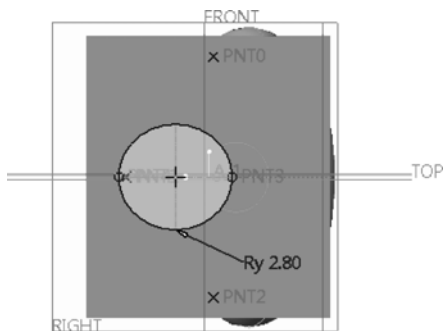

图 13-130 绘制椭圆
② 选择之前创建的拉伸曲面为草绘平面，草绘方向默认，单击“草绘”对话框中的“草绘”按钮，进入草绘模式。
③ 使草绘平面平行于屏幕后，单击“参考”按钮并选择 PNT3 和 PNT4 作为绘图参考。定义好绘图参考后，单击“轴端点椭圆”按钮绘制如图 13-130 所示的一个椭圆。
④ 单击“确定”按钮.